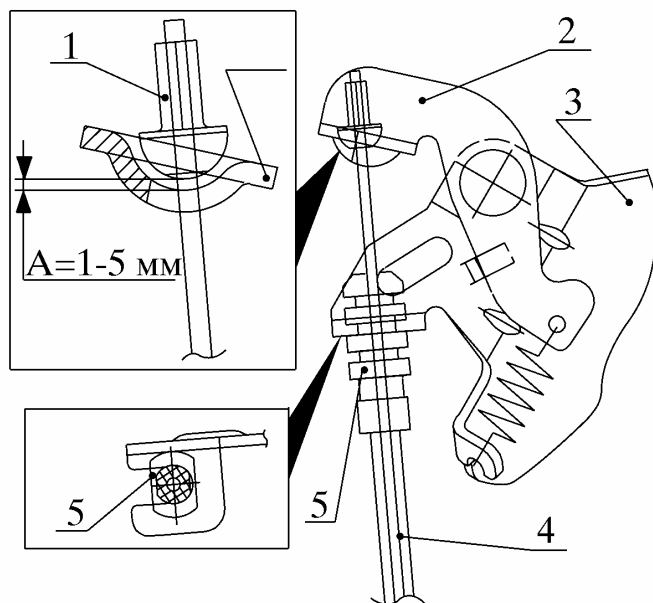

Рис. 25. Регулировка зазора между наконечником троса привода замка багажника и нажимным рычагом замка багажника:
2) проверить положение наконечника 1 (рис. 25) и произвести регулировку зазора А между наконечником 1 троса 4 привода замка 3 багажника и нажимным рычагом 2 замка багажника, который должен быть от 1 до 5 мм. Регулировку зазора А произвести перестановкой наконечника 5 оболочки троса 4 привода замка багажника в скобе его крепления на замке